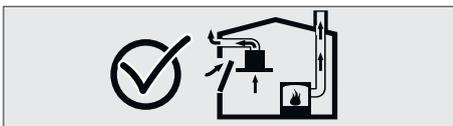

Abb. 3
- Daher muss stets eine ausreichende Zufuhr an frischer Luft sichergestellt sein. Abb. 3